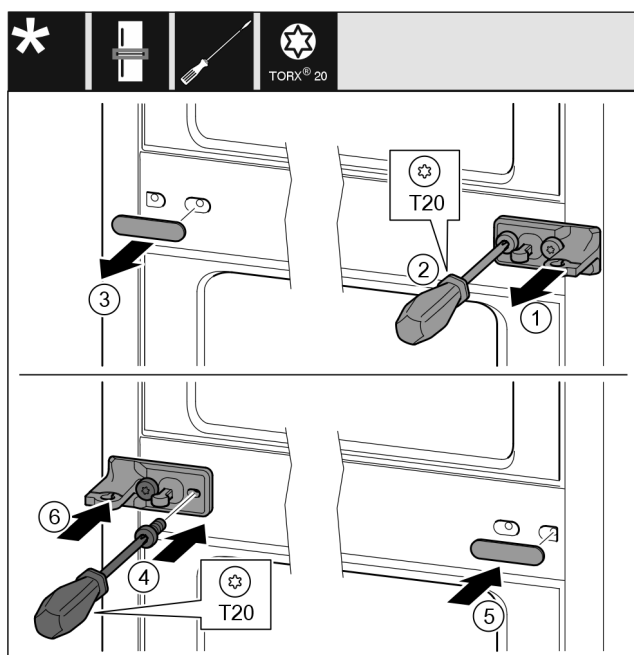

Fig. 41
- ▶ Skinite pločicu Fig. 41 (1).
- ▶ Odvijačem odvrnite vijke Fig. 41 (2).
- ▶ Oprezno izvucite poklopac Fig. 41 (3).
- ▶ Čvrsto pritegnite podložak ležaja s folijom Fig. 41 (4) okrenut za 180° na drugoj strani.
- ▶ Postavite poklopac Fig. 41 (5) okrenut za 180° na drugoj strani.
- ▶ Natakните pločicu Fig. 41 (6) s prednje strane.